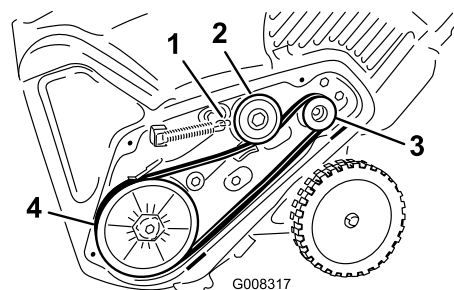

Figure 36
5. Montez et acheminez la nouvelle courroie comme indiqué à la (Figure 36).
8. Raccrochez le ressort de frein au bras de la poulie de tension (Figure 36).